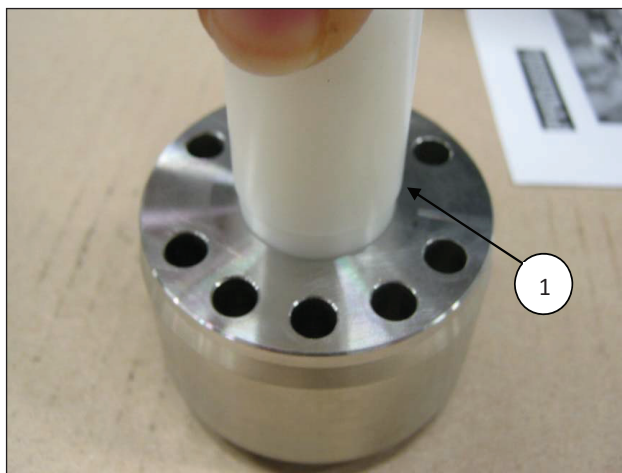

Fig. 42
- Introducir, en el soporte de las juntas HP, el anillo de cabecera (pos. ①, Fig. 40) y, a continuación, el paquete HP (alta presión); para evitar daños debido a la ligera interferencia entre la junta y el soporte de las juntas HP, se recomienda utilizar un tampón de material plástico (pos. ①, Fig. 41 y Fig. 42).